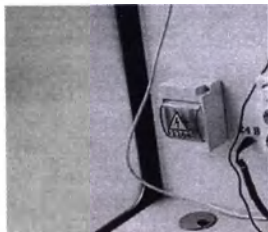

Рисунок 4. Дополнительный электрощит.
2.2.10.8. Рентгенаппараты имеют дополнительные электрощиты в районе рабочего места оператора (см. рис. 4).